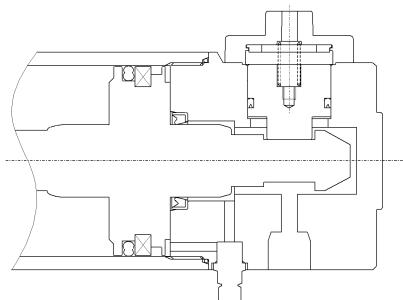

図2
- (b) 更に、シリンダのピストンがストロークエンドに近づき、スリーブの溝Ⓑがストッパピストンの位置まで来ると、ストッパピストンはばね③によって押し戻され、溝に入り込んで完全にロックされます。(図2)